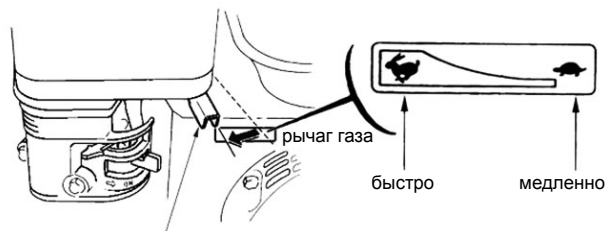

Рис.23
4. Нажмите на праймер подкачки топлива три раза. При запуске теплого двигателя праймер нажимать не надо (Рис.23).